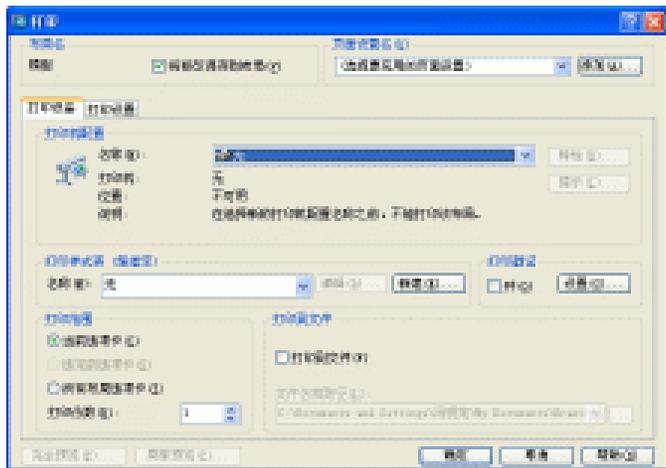

图 1-5-4
**STEP 01** 选择“文件” “打印”命令，打开如图 1-5-4 所示“打印”对话框。